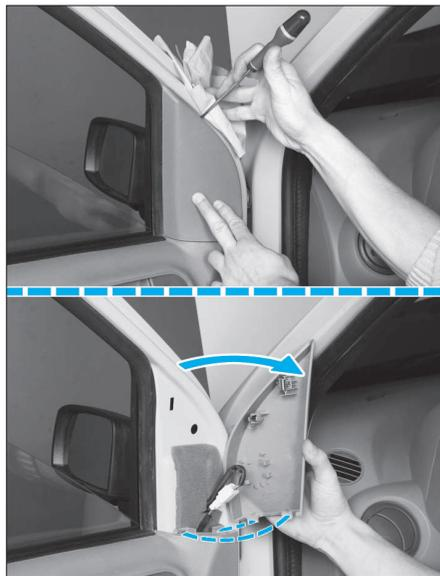

FIG. 57
• Décliper l'enjoliveur intérieur de rétroviseur comme illustré (Fig.57), puis décliper le connecteur du rétroviseur de son enjoliveur.